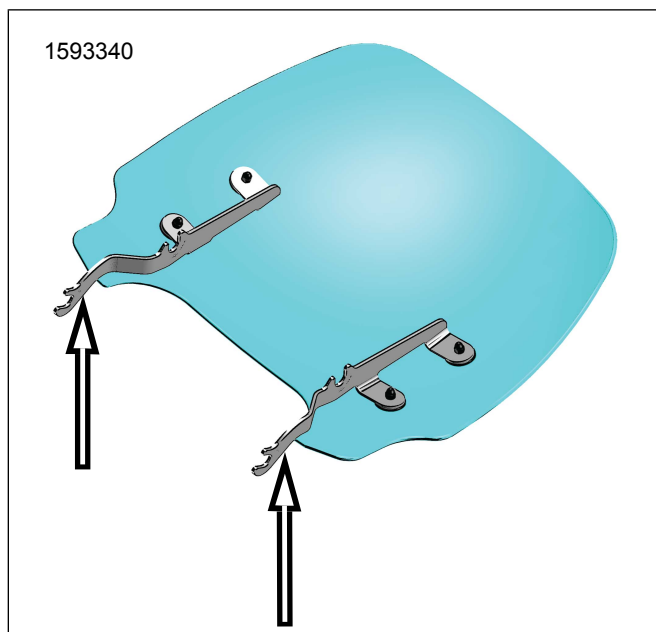

Figure 2. Supports de montage du pare-brise
- Figure 2 Retirer le sous-ensemble pare-brise de l'emballage.